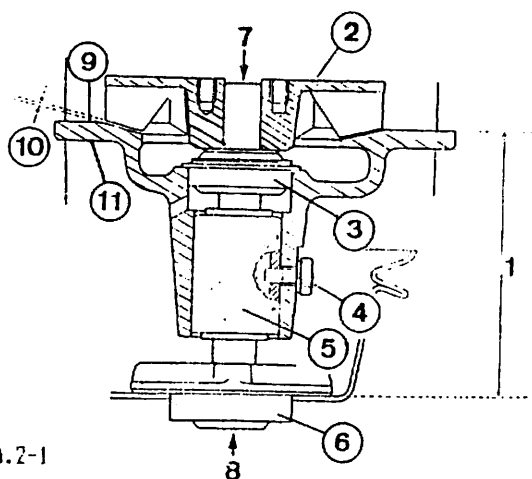

Fig. 9A.2-1
Introduzca unas gotas de aceite fino en el agujero para el tornillo de fijación (4) (Fig. 9A.2-1).
Instale el eje y el cojinete en el cuerpo de la bomba fíjelo con el tornillo (4) (Fig. 9A.2-1)
Monte a presión el buje (6) de la polea del ventilador sobre el eje, teniendo en cuenta la cota (1) (Fig. 9A.2-1). Cuando se ejerza presión sobre el buje, deb quedar apoyado en el eje para evitar esfuerzos sobre el tornillo de fijación.